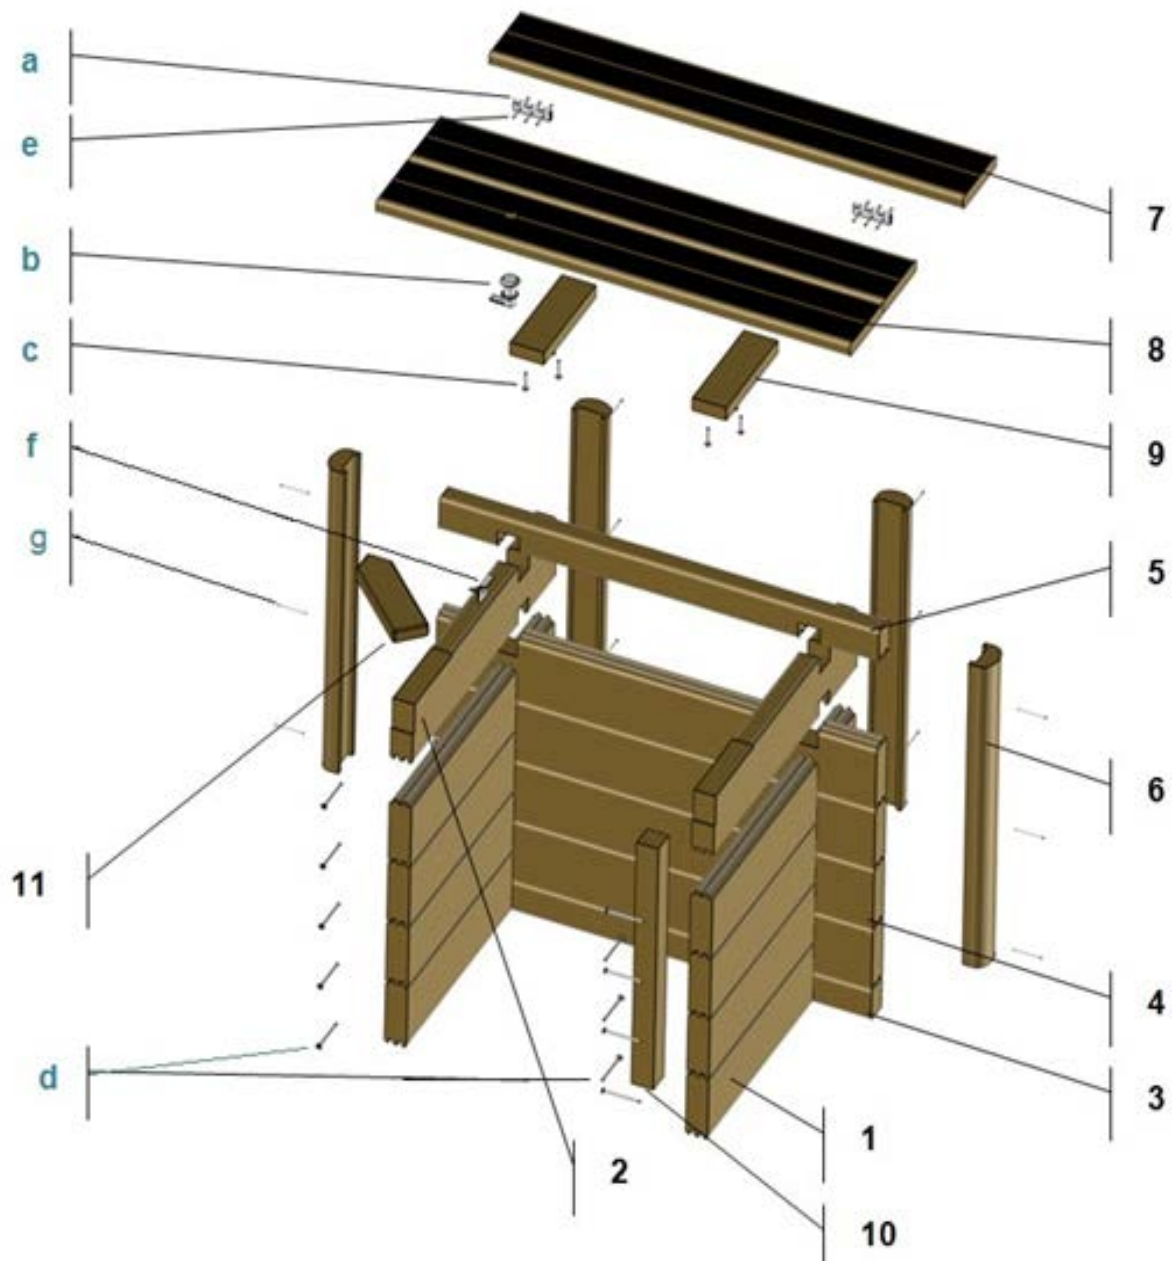
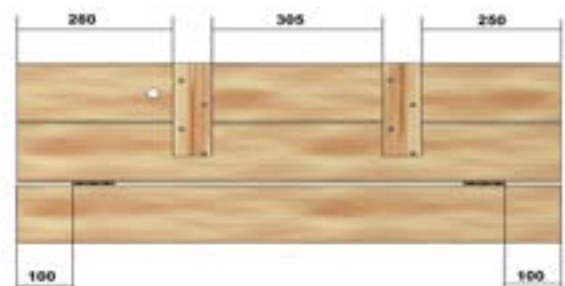

Abbildung 59 – Detailansicht Motorschacht
Abbildung 66 – Zusammenbau der Lattenroste
Befestigen Sie schließlich die 45 x 45 mm Leiste (Teil 10 in *Abbildung 59*) mit Hilfe von 4 Senkkopfschrauben 5 x 80 (d). Diese Leiste muss bündig mit den Enden der Motorschacht-Bohlen abschließen.
Das im Lieferumfang Ihres Urban Pool enthaltene Eckstück ist rechteckig. Nach der Installation des Handlaufs auf dem Motorschacht bleibt ein Bereich in Form eines kleinen Dreiecks leer. Um dies zu vermeiden, tauschen Sie diese Leiste gegen die Leiste mit dem spitz zulaufenden Ende aus, die im Lieferumfang des Motorschachts enthalten ist (Teil 11 in Abbildung 59).
- Befestigen Sie die Leiste (Teil 10 in Abbildung 59) an den Holzbohlen des Pools; verwenden Sie dazu 3 Senkkopfschrauben 5 x 80 aus Edelstahl (d);
Montieren Sie die beiden Scharniere mit Hilfe von 3 Senkkopfschrauben 4 x 35 pro Scharnier am Rand eines 97,5 cm langen Handlauf-Moduls (Teil 7 in Abbildung 59) und zwar an den in Abbildung 66 angegebenen Stellen.
Fügen Sie die beiden verbleibenden 97,5-cm-Handlauf-Module (eines davon wurde zum Anbringen des Schließmechanismus vorgebohrt) mit von unten zu befestigenden Leisten zusammen. Verwenden Sie dazu pro Leiste und pro Bohle zwei Senkkopfschrauben 5 x 40, also insgesamt 8 Schrauben (c); achten Sie dabei auf die Lage des Schließmechanismus und die Maße in Abbildung 66. Lassen Sie zwischen den beiden Handlaufteilen einen Abstand von 2 mm.
Der Schließmechanismus für die Motorschacht-Klappe besteht aus einem Schließzylinder, einem am Ende des Zylinders einzupassenden Schließhebel und einer Schließplatte für den dafür vorgesehenen Ausschnitt in der Motorschacht-Bohle (Teil Nr. 2 in *Abbildung 59*).